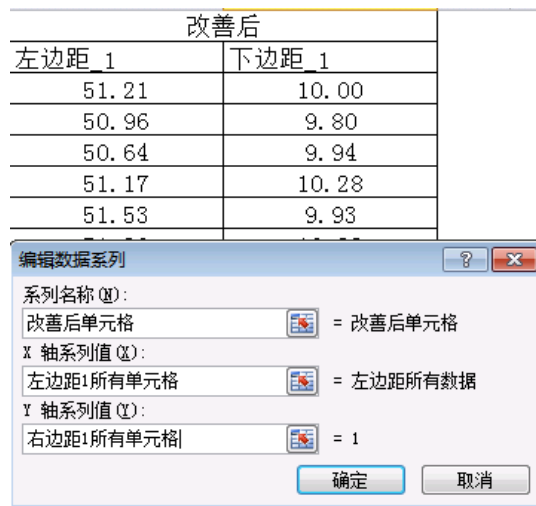

图 3-31
第四步：在弹出编辑数据窗口中，选择“系列名称”选择“改善后”单元格，X 轴系列值 (x) 选择区域为“左边距 1”所有数据，Y 轴系列值 (Y) 选择区域为“下边距 1”所有数据。如下图 3-31 所示